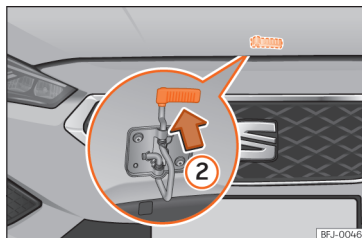

Рис. 234 Важіль відкривання капота.
- Щоб відкрити капот, натисніть на важіль під капотом дотригори »» **рис. 234 ②**. Засчотка замка вивільняється.